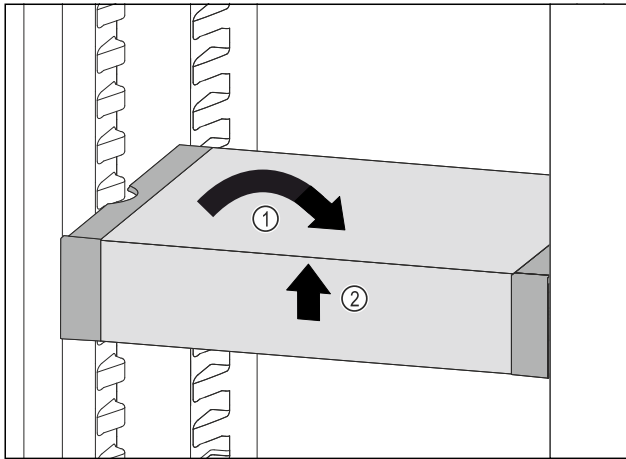

Fig. 100
- ▶ Remettre le VarioSafe droit. Fig. 100 (1)
- ▶ Soulever la partie avant du VarioSafe. Fig. 100 (2)